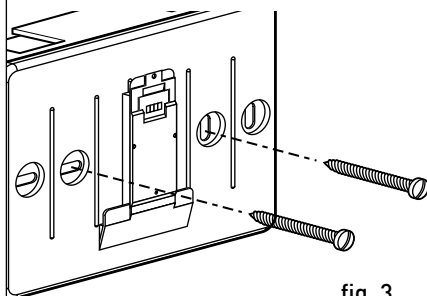

fig. 3
- fissare la base dell'apparecchio alla scatola sulla parete, usando le viti fornite nel kit (fig.3),